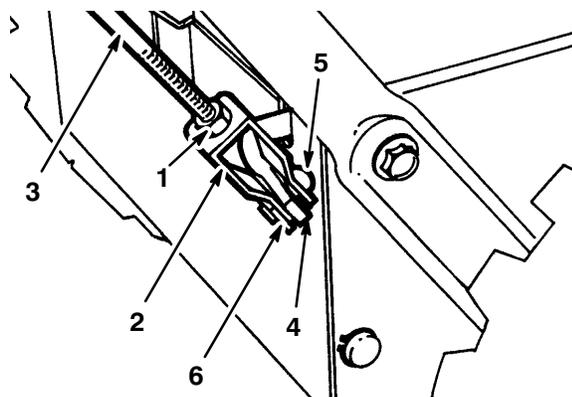

Figure 8
- Desserrer le contre-écrou au-dessus de la chape sur la tige de commande supérieure (Fig. 8).
- Alignez les trous de la chape et de la tige de commande inférieure, et insérez l'axe de chape (Fig. 8).
- Faites monter ou descendre la chape sur le filetage selon que vous désirez accroître ou réduire l'écart entre la poignée et la manette de tarière/roue hélice (Fig. 8).
- Quand le réglage est correct, remplacez l'axe de chape et attachez-le à l'aide de la goupille fendue (Fig. 8).
- Serrez l'écrou de blocage pour fixer la chape (Fig. 8).